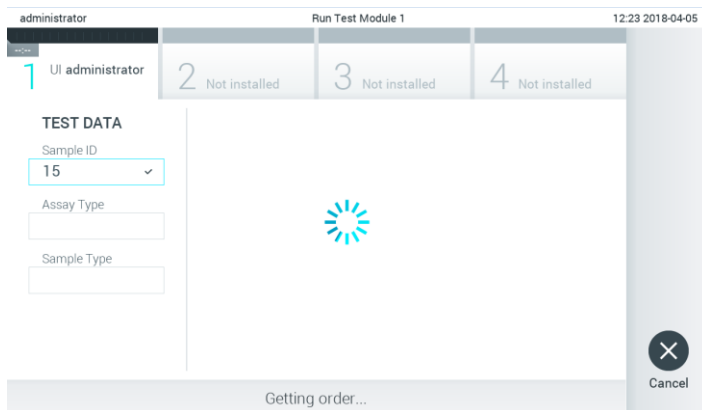

Figura 70. Afișaj în timpul regăsirii comenzii de testare.
3. ID-ul probei va fi trimis către gazdă și, în timp ce QIAstat-Dx Analyzer 1.0 așteaptă o comandă de testare, se afișează mesajul „Getting order...” („Se obține comanda...”) (Figura 70).